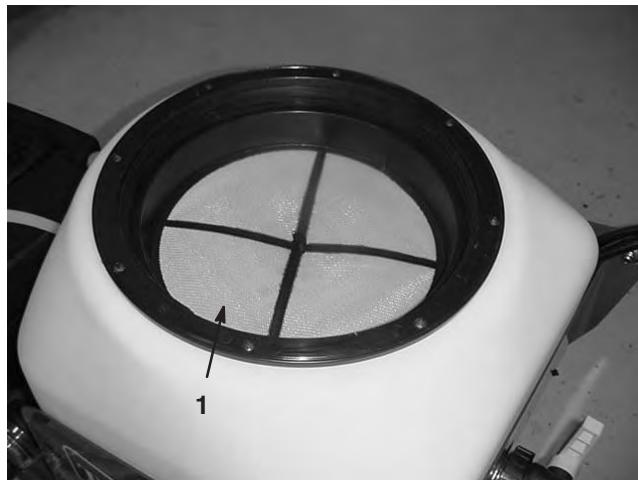

Bild 28
2. Nehmen Sie das Farbbehältersieb (Bild 28) ab und reinigen Sie es mit Wasser.